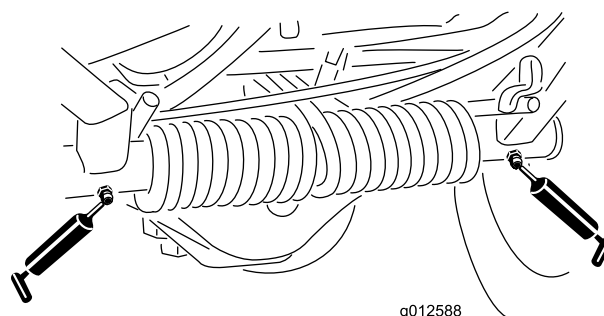

Figura 36
- Casquillos de pivote de los brazos de empuje (Figura 36)